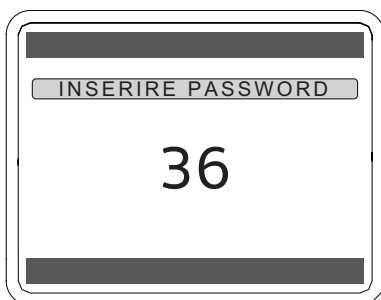

Figura 7.20
- Con il tasto (∧) inserire il codice "36" Figura 7.20.